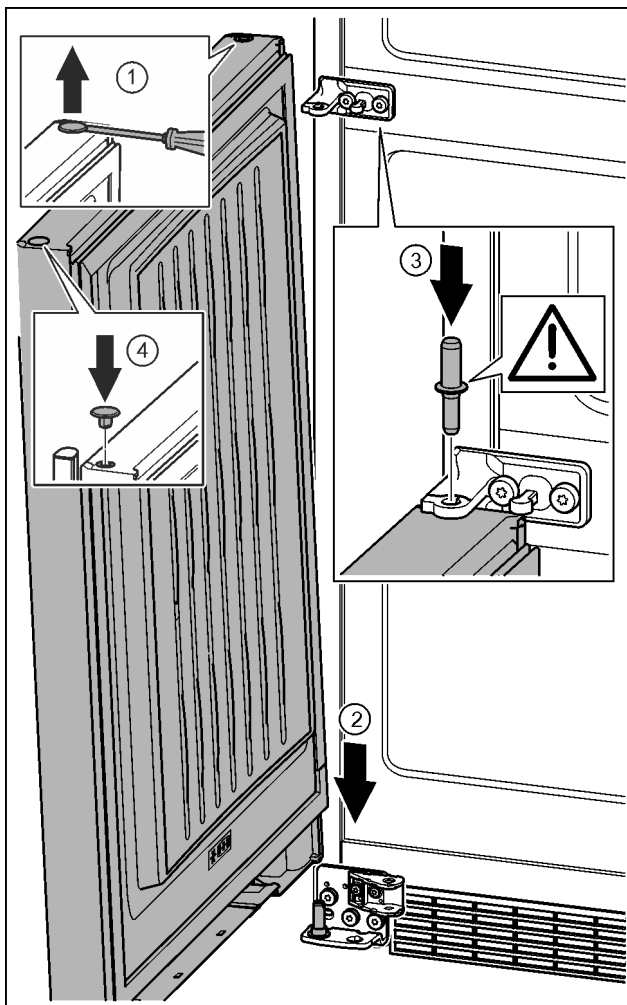

Fig. 35
- ▶ Levante cuidadosamente el tapón con un destornillador para tornillos de cabeza ranurada y extráigalo. Fig. 35 (1)
- ▶ Coloque la puerta desde arriba sobre el perno de cojinete inferior. Fig. 35 (2)
- ▶ Inserte en la puerta inferior el perno de cojinete intermedio a través del soporte de cojinete intermedio. Preste atención a que el saliente de retención esté orientado hacia detrás. Fig. 35 (3)
- ▶ Vuelva a colocar el tapón en el otro lado de la puerta. Fig. 35 (4)